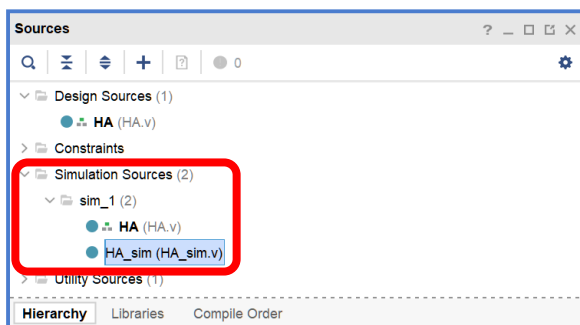

図 11.24 シミュレーションの手順 7
7) 「Simulation Sources」 → 「sim_1」をそれぞれダブルクリックする。その後、「HA_sim」をダブルクリックする (図 11.24)。